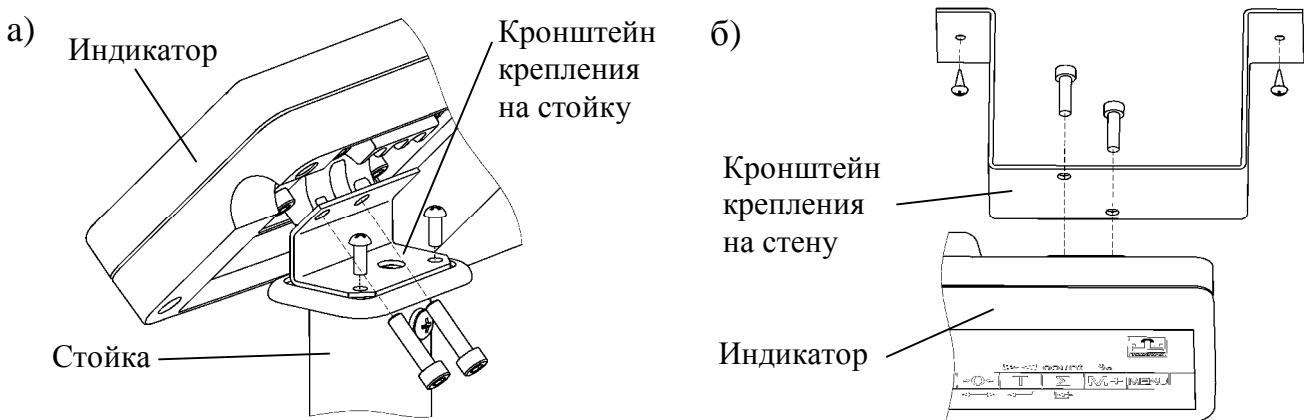

Рис. 4.1 - Установка индикатора WI 4D-A.W на стойке (а), на стене (б).
4.1.3.1 Ввернуть антенну в корпус индикатора WI 4D-AB.W (индикатор WI 4D-A.W содержит внутреннюю антенну). Установить индикатор в удобное для работы оператора положение. Индикатор может крепиться на стойке, на столе, а так же может быть закреплен на стене (вариант крепления индикатора WI 4D-A.W приведен на рис. 4.1).